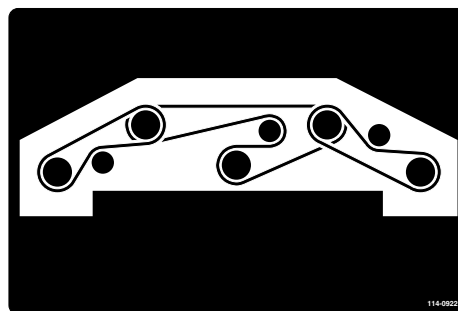

Рисунок 83
8. Обведите новый ремень вокруг шкивов шпинделей и узла натяжного шкива (Рисунок 83).